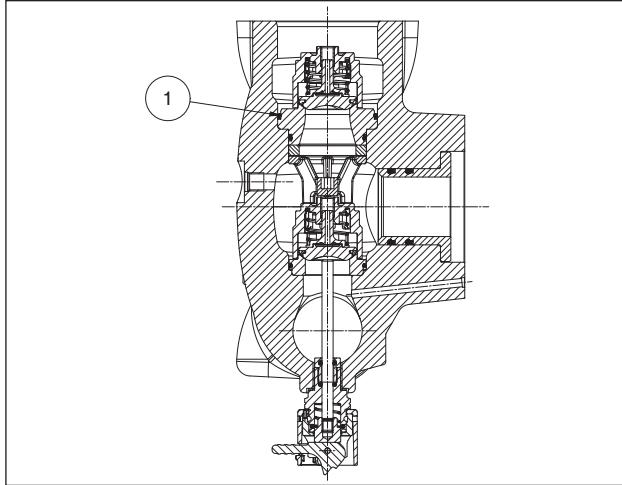

Рис. 124
Будьте особенно осторожны при установке уплотнительного кольца O-ring, указанного на поз. ①, Рис. 124.